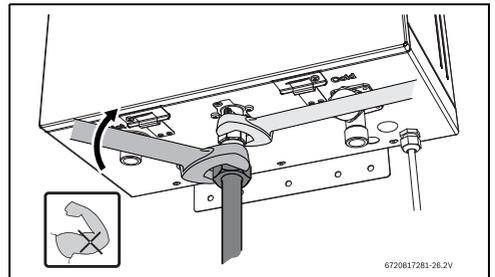

Fig. 10 Serrer le tuyau de gaz
- ▶ Serrer le tuyau de gaz avec le support d'une clé plate, voir fig. 10.